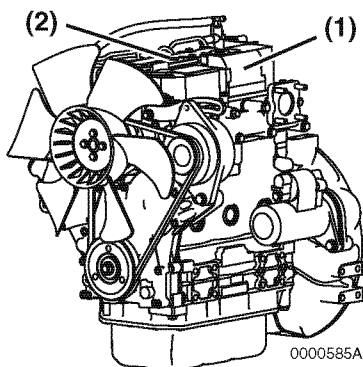

Figure 4
Figure 4 indique l'emplacement des étiquettes réglementaires de sécurité des moteurs Yanmar des modèles série TNV à injection indirecte.
L'emplacement caractéristique de l'étiquette d'information de contrôle des émissions est indiqué (**Figure 4, (1)**).
L'emplacement caractéristique de la plaque signalétique de moteur est indiqué (**Figure 4, (2)**).